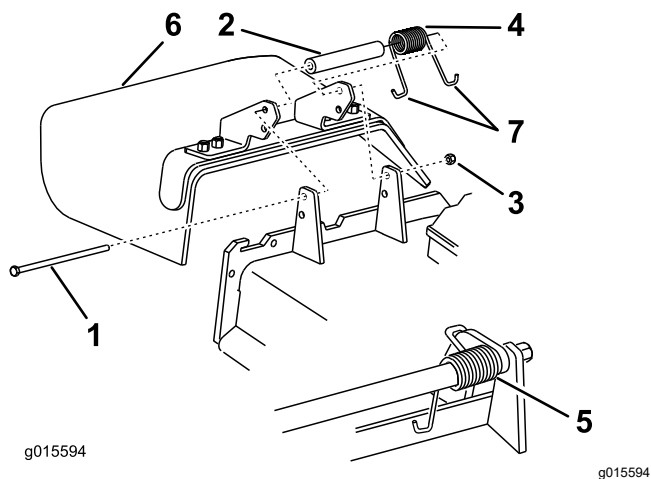

Figura 115
1. Retire la contratuerca, el perno, el muelle y el espaciador que sujetan el deflector a los soportes de pivote (Figura 115).
2. Retire el deflector de hierba dañado o desgastado (Figura 115).
Nota: Asegúrese de colocar un extremo con gancho en **J** del muelle detrás del reborde de la carcasa antes de instalar el perno, según se muestra en Figura 115.
- Coloque 1 extremo en **J** del muelle alrededor del deflector de hierba (Figura 115).